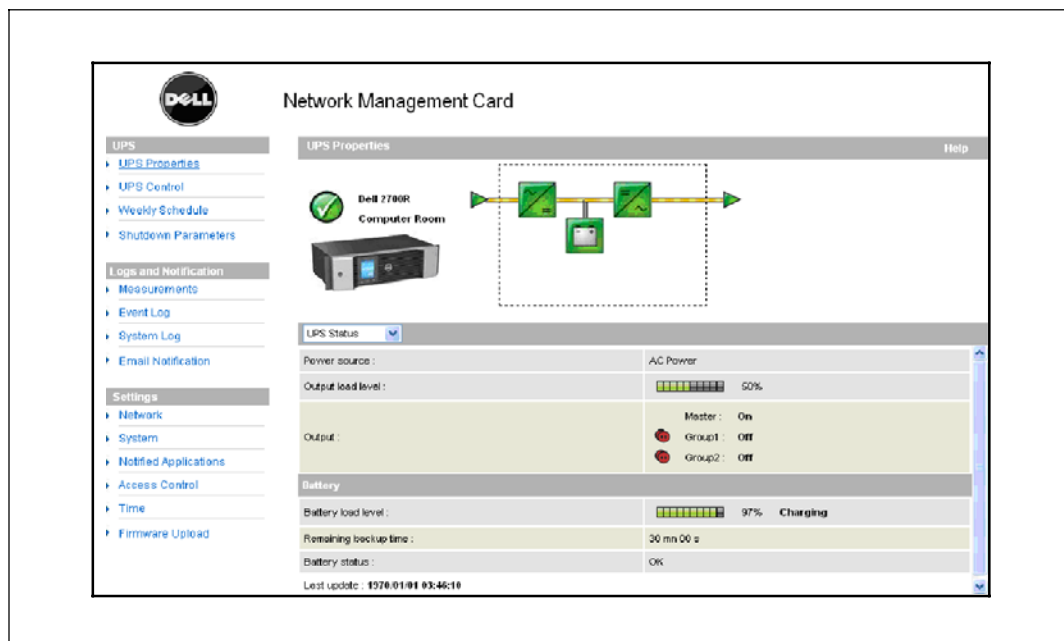

図 12. ホームページ
- 2 アドレスバーにカードのIPアドレスを入力してください： ホームページが表示されます（図 12を参照）。